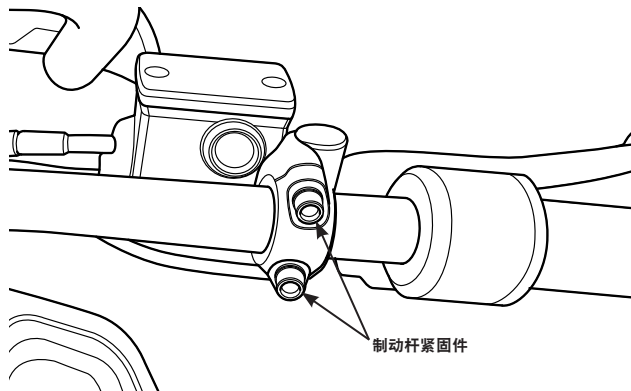

图 52：制动杆紧固件
3. 借助 5 毫米六角扳手，松开制动杆夹具（图 52）上的两个紧固件。